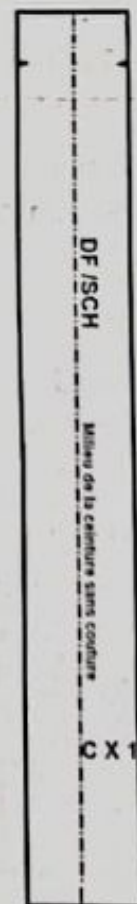

FIG. 3
- Tracez une ceinture droite (fig.3).